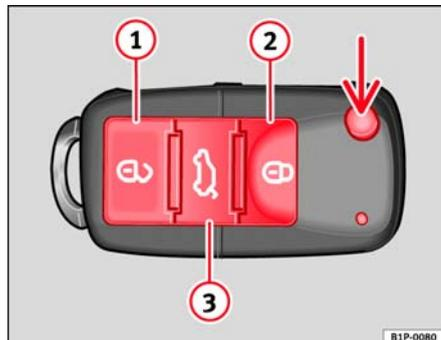
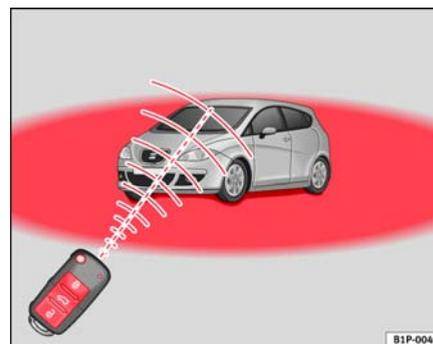

Fig. 64 Teclas de la llave con mando a distancia
Fig. 65 Radio de acción del mando a distancia por radiofrecuencia
Con la tecla  $\Rightarrow$  fig. 64 (flecha) del mando, se desbloquea el paletón de la llave.
Desbloqueo del vehículo  $\Rightarrow$  fig. 64 ①.
Bloqueo del vehículo  $\Rightarrow$  fig. 64 ②.
Desbloqueo del portón trasero. Pulse la tecla  $\Rightarrow$  fig. 64 ③ hasta que todos los intermitentes del vehículo parpadeen brevemente. Al pulsar la tecla de desbloqueo  $\Rightarrow$  fig. 64 ③, dispone de 2 minutos para abrir el portón. Una vez transcurrido este tiempo se bloqueará de nuevo.
Además, el testigo de la pila de la llave  $\Rightarrow$  fig. 64, parpadea.
Pulsando una vez la tecla  $\Rightarrow$  fig. 64 ①, se abrirá sólo la puerta del conductor, permaneciendo el resto cerradas.
Pulsando dos veces la tecla  ⇒ página 101, fig. 64 , se desbloquearán todas las puertas.
- El mando a distancia por radiofrecuencia funciona únicamente dentro de su radio de acción ⇒ página 101, fig. 65 (zona roja).
⇒ página 101, fig. 64 ⇒ página 101, fig. 65.
⇒ página 101, fig. 64 ⇒ página 101, fig. 65 desde la cerradura de la puerta del conductor.